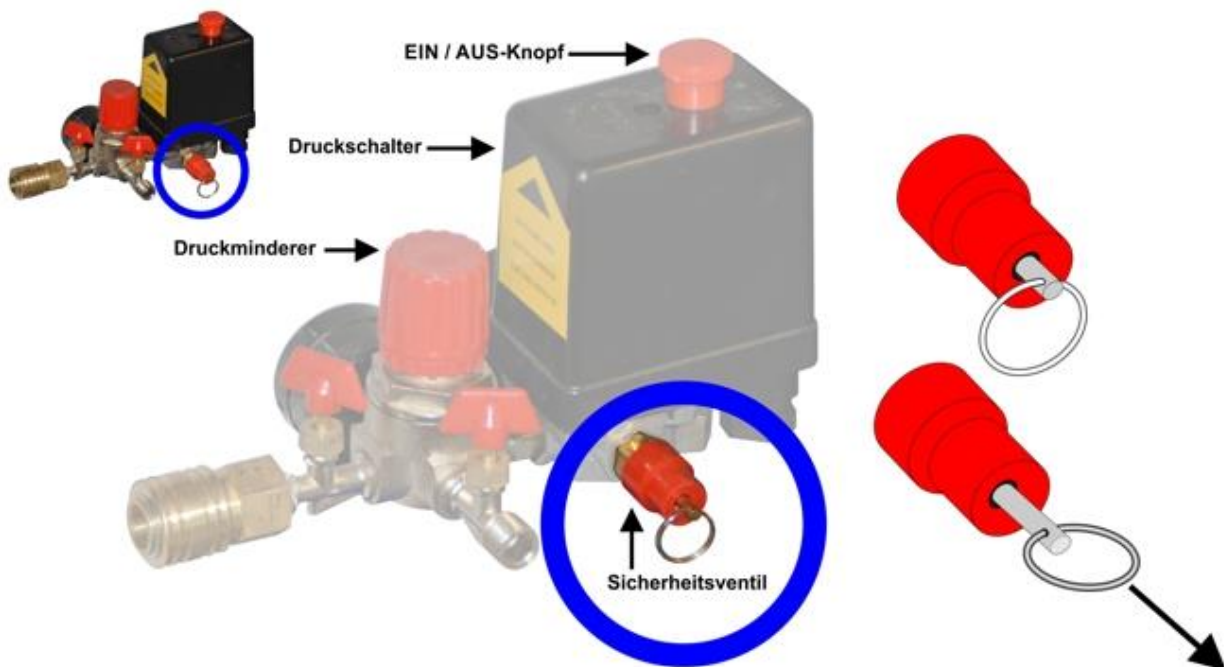

Bild 6 „Sicherheitsventil“
d) Ziehen Sie den Ring (Bild 6) am Sicherheitsventil, um sicher zu gehen, daß die Druckluft aus dem Druckkessel entwichen ist, oder öffnen Sie vorsichtig den Ablasshahn des Tanks, um den Druck entweichen zu lassen.